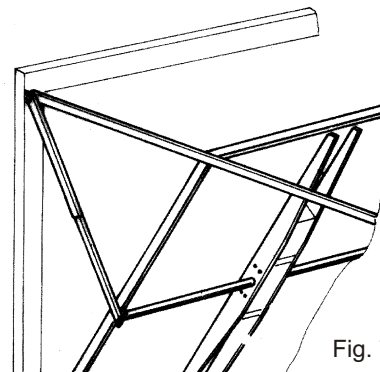

Fig. 7
E) BASCULANTE AVEC GUIDE SUPERIEURE (Fig. 7)